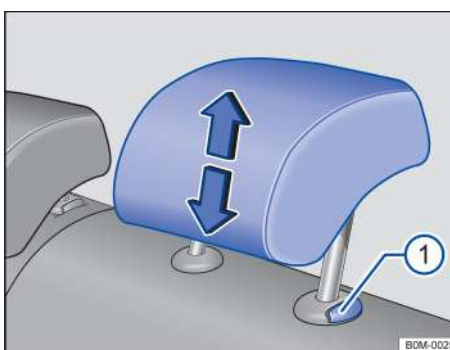

Рисунок 56. Подголовник заднего сиденья: снятие
- Одновременно нажмите кнопку → Рисунок 56 , чтобы полностью выдвинуть подголовник.